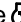

Figure 54
6. L'InfoCenter affiche un message indiquant la durée de la régénération (Figure 54).